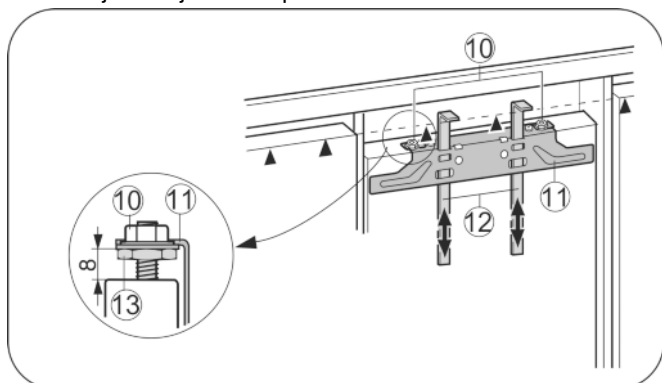

Fig. 25
- ▶ Montažni pripomoček Fig. 25 (12) pritisnite na višino vrat pohištva. Spodnji omejevalni rob ▲ montažnega pripomočka = zgornji rob vrat pohištva, ki jih montirate.
- ▶ Pritrdilni prečnik Fig. 25 (11) odvijte nad protimatiko Fig. 25 (10).